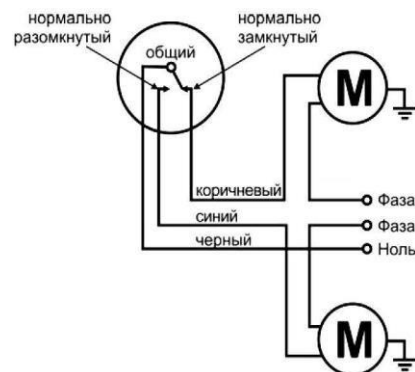

Рис. 3
3.4. Автозаполнение и автоопорожнение (рис. 3)